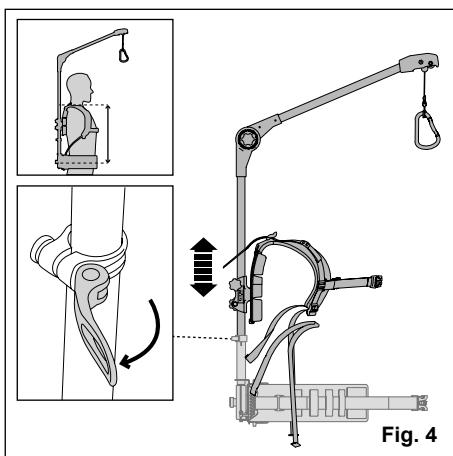

Fig. 4
- Desserrez la pince pour régler l'espace entre vos hanches et vos épaules (Fig 4).